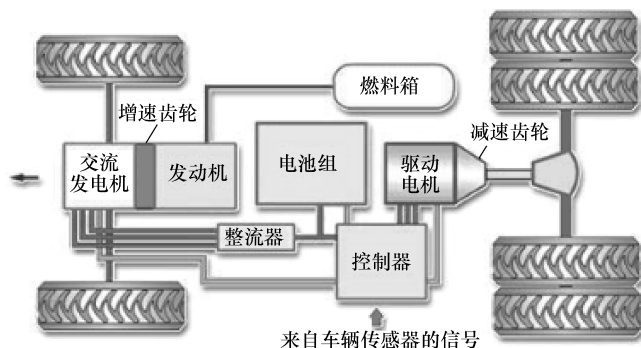

图 1-17 HEV 结构与原理
(2) 结构与工作原理 混合动力动力汽车主要由控制系统、驱动系统、辅助动力系统和电池组等系统构成，具体部件分布如图 1-17 所示。